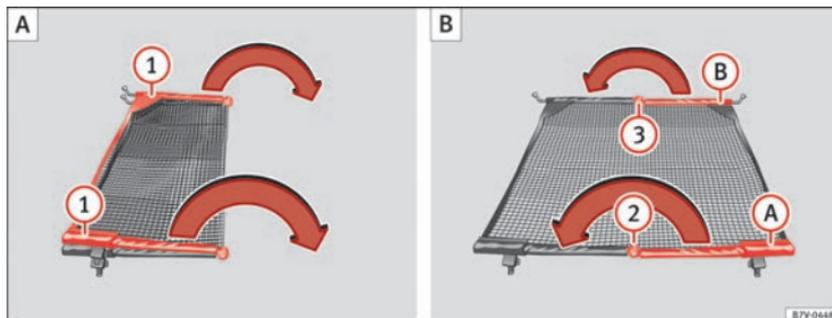

Abb. 94 Netztrennwand ausklappen ① und zurückklappen ② und ③.
Querstangen der Netztrennwand \Rightarrow Abb. 94 ① in Pfeilrichtung ganz auseinander klappen, bis ein „klickendes“ Geräusch hörbar ist.
- Entriegelungsknopf ⇒ Abb. 94 2 drücken und Querstange A bei gedrücktem Entriegelungsknopf in Pfeilrichtung einklappen.
- Entriegelungsknopf ⇒ Abb. 94 3 drücken und Querstange B bei gedrücktem Entriegelungsknopf in Pfeilrichtung einklappen.